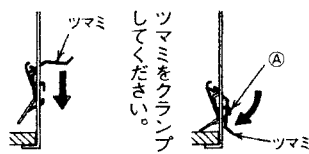

図2
③図2のようにツマミを上げてスライド金具をゆるめてください。
④スライド金具を天井板に動かなくなるまで引き下ろしてください。
⑤ツマミを下ろしてスライド金具を天井板に固定してください。